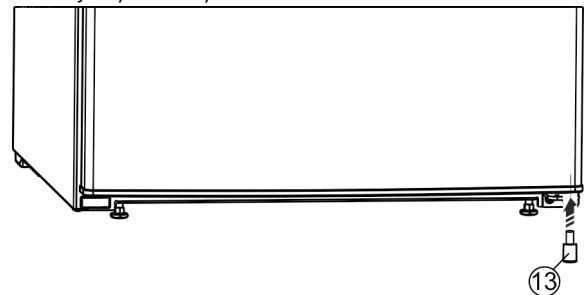

Fig. 26 *
- ▶ Dištančný diel Fig. 26 (13) nasadte znovu vpravo dole do dverí, pretože je to dôležité pre stabilitu zariadenia.*